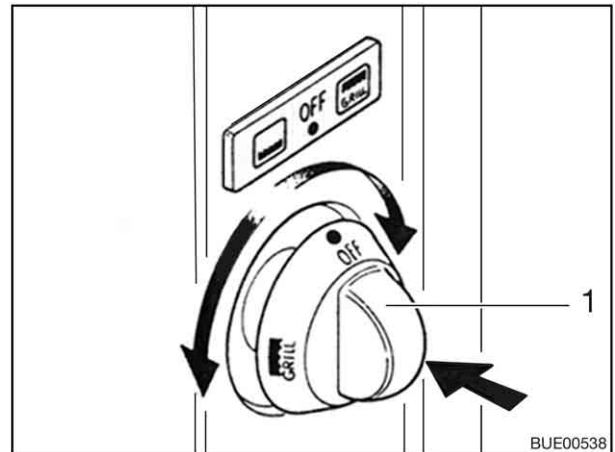

Fig. 130 Bouton tournant
- Enfoncer légèrement le bouton tournant (Fig. 130,1) et le placer sur cuisson  ou rôtissoire .
- Enfoncer le bouton tournant (Fig. 130,1) et le maintenir enfoncé.
- Enfoncer le bouton tournant (Fig. 130,1) et le maintenir enfoncé pendant 5 à 10 secondes.
- Tourner le bouton tournant (Fig. 130,1) sur "OFF". La flamme s'éteint.